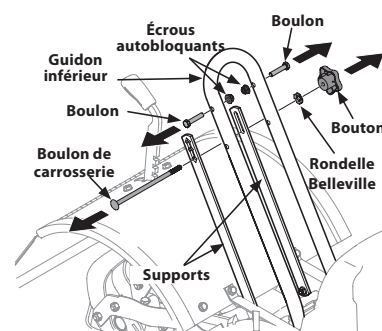

Figure 1
1. Retirez les 2 boulons (5/16-18 x 1,50), les 2 écrous autobloquants (5/16-18), le boulon de carrosserie (5/16-18 x 6,75), la rondelle Belleville (0,326 x 0,875 x 0,145) et le bouton (5/16-18) se trouvant sur le guidon inférieur et les supports. Voir la Figure 1.